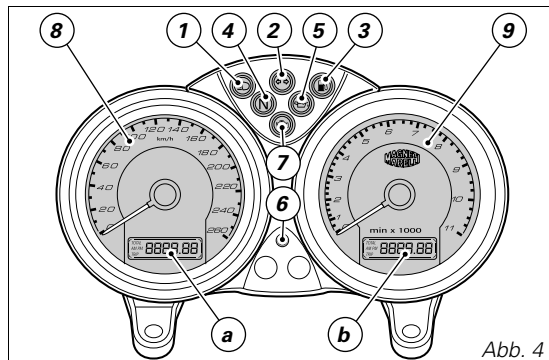

Abb. 4
Cockpit (Abb. 4)
Das folgende Verfahren gibt dem Anwender die Möglichkeit, im Fall von Störungen an der Wegfahrsperrung die Funktion der „Motorsperre“, die durch das Aufleuchten der ockerfarbenen Kontrollleuchte **EOBD** (7, Abb. 4) angezeigt wird, aufzuheben.
Die EOBD Kontrollleuchte (7, Abb. 4) erlischt nach einer festgelegten Zeit von 8 Sekunden.
- 1) Wird der Code erkannt, blinkt die Kontrollleuchte (6, Abb. 4) am Cockpit kurz auf. Das Schutzsystem hat in diesem Fall den Schlüsselcode erkannt und hebt die Motorsperre auf. Durch Drücken des START-Knopfes (2, Abb. 13) kann der Motor gestartet werden;
- 2) Bleibt die Kontrollleuchte (6, Abb. 4) oder die EOBD-Kontrollleuchte (7, Abb. 4) leuchten, bedeutet dies, dass der Code nicht erkannt wurde. In diesem Fall wird empfohlen, den Schlüssel in die Position OFF und dann wieder auf ON zu drehen. Sollte der Motor weiterhin blockiert bleiben, sollten Sie es nochmals mit dem anderen, mitgelieferten schwarzen Schlüssel versuchen. Springt der Motor immer noch nicht an, setzen Sie sich bitte mit dem DUCATI-Kundendienst in Verbindung.
- 3) Blinkt die Kontrollleuchte (6, Abb. 4) weiterhin auf, bedeutet dies, dass eine Fehlfunktion der Wegfahrsperre zurückgesetzt wurde (z.B. mittels Motorfreigabe über den Gasgriff). Wird der Zündschlüssel auf OFF, dann wieder auf ON gedreht, müsste die Kontrollleuchte der Wegfahrsperre wieder normal aufleuchten (siehe Punkt 1).